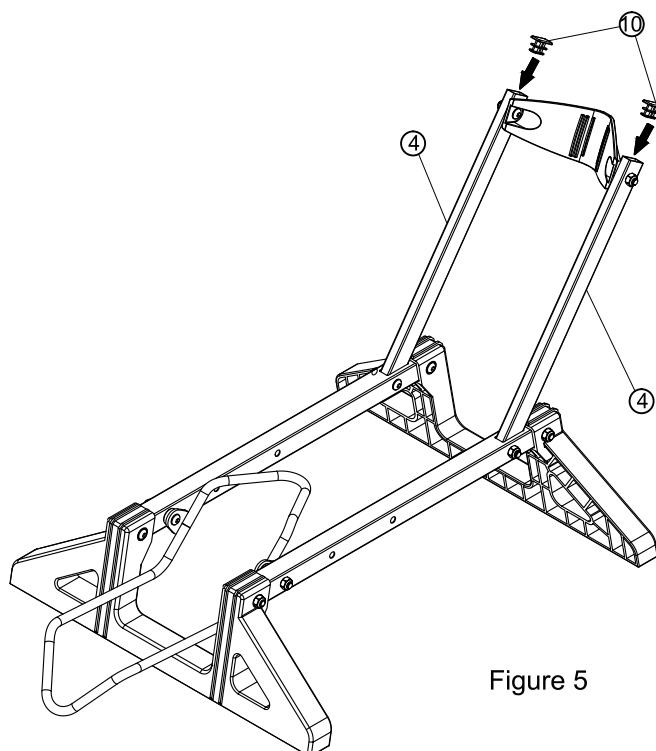

Figure 5
Insérez les bouchons de tube ⑩ dans les ouvertures de tube au-dessus des montants ④. (Voir Figure 5)